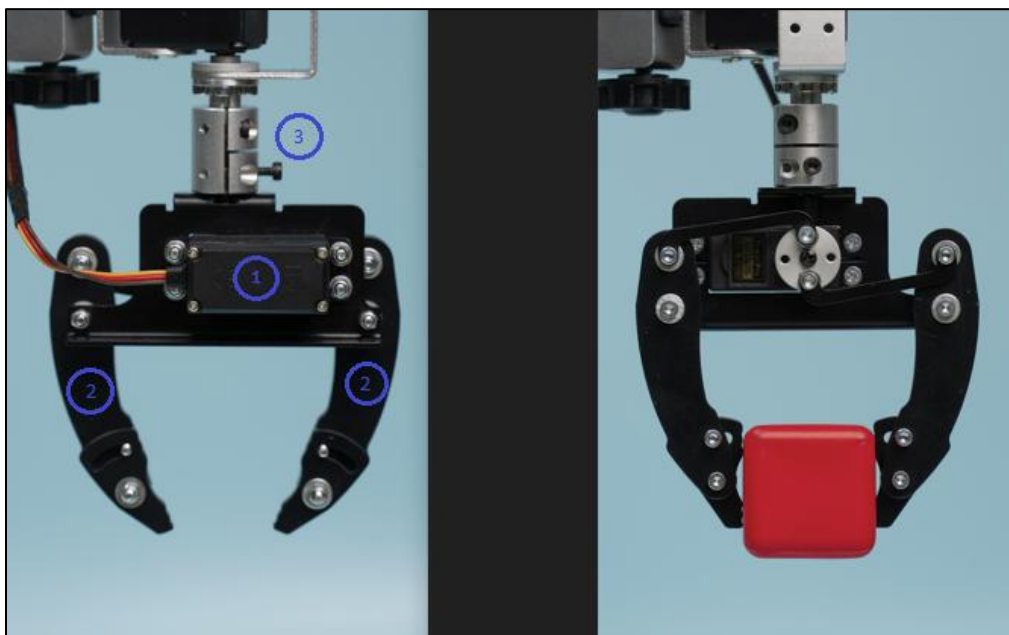

Рисунок 18 – Модуль захвата механического, где: 1 – привод механического захвата, 2 – когти, 3 – винты на муфте
Модуль захвата механического состоит из привода и двух акриловых когтей (см. Рисунок 18).
- 1) Возьмите поворотный модуль, ослабьте винты на муфте (см. Рисунок 18).